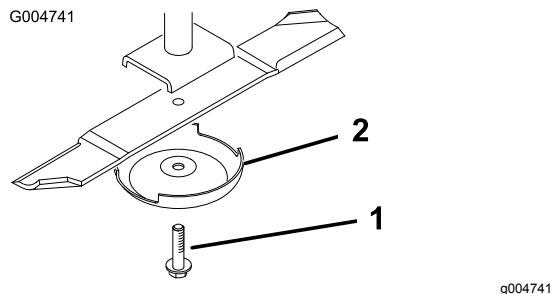

Figura 110
2. Sujete el extremo de la cuchilla usando un paño o un guante grueso. Retire del eje de la cuchilla el perno de la cuchilla, el protector de césped y la cuchilla (**Figura 110**).